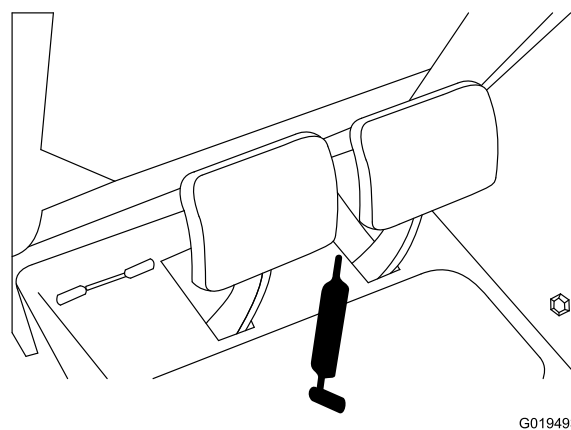

Figure 52
- Axe de pédale de frein (1) (Figure 52).